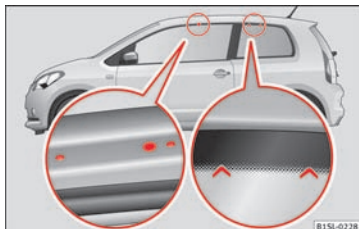

Fig. 74 Monteringssteder til tagbøjler og tagbøjlesystem på 3-dørs-biler
3-dørs-biler: Boringerne og markeringerne til monteringsstederne til de forreste tagbøjler er placeret i det nederste område af tagpanelerne » **Fig. 74** (forstørret udsnit til venstre). Hullerne og markeringerne kan kun ses, når døren er åben. Markeringerne til monteringsstederne til de bageste tagbøjler er placeret i det øverste område af ruderne » **Fig. 74** (forstørret udsnit til højre).
- Tagbøjlerne må kun monteres ved de markeringer, der er vist på billedet » Fig. 74.